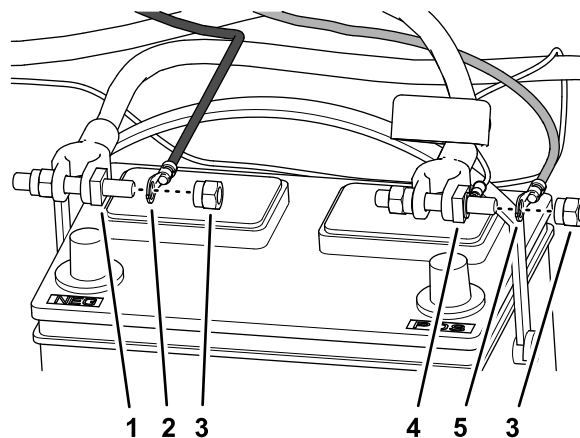

Figura 6
2. Montate il terminale ad anello del cablaggio preassemblato di alimentazione per il cavo indicato come BATTERIA (-) sul bullone di fissaggio della batteria per il cavo negativo della batteria con un dado di fissaggio della batteria (Figura 6).
3. Montate il terminale ad anello del cablaggio preassemblato di alimentazione per il cavo indicato come BATTERIA (+) sul bullone di fissaggio della batteria per il cavo positivo della batteria con un dado di fissaggio della batteria (Figura 6).